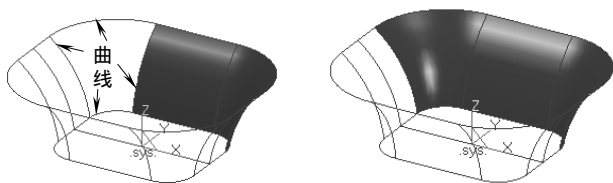

图 6-65 创建边界面 3
4) 选择下拉菜单“造型”→“曲面生成”→“边界面”命令，或者单击“曲面生成栏”工具栏上的“边界面”按钮, 在立即菜单中选择四边面，拾取如图 6-65 所示的空间曲线，完成操作，如图 6-65 所示。